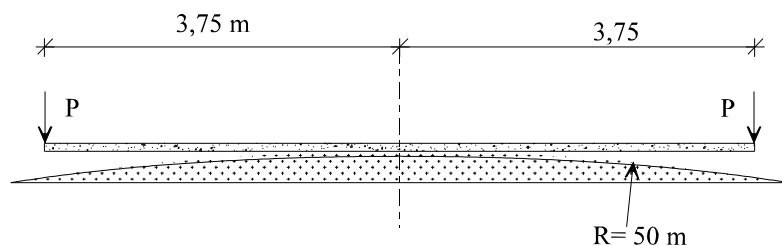

Figura 5
5) La figura 5 muestra una viga apoyada como un balancín sobre un terreno indeformable en montículo de perfil circular, cuyo radio se acota en la propia figura. La viga es de acero de módulo de elasticidad  $E = 2 \times 10^5$  MPa y límite elástico  $\sigma_p = 200$  MPa; su sección es rectangular, de 8 cm de canto por 4 cm de ancho. Sobre los extremos de la viga actúan sendas cargas puntuales  $P$ , cuyo valor aumentará gradualmente. La viga, al flectar por efecto de estas cargas, se apoyará progresivamente sobre el terreno. Se pide: